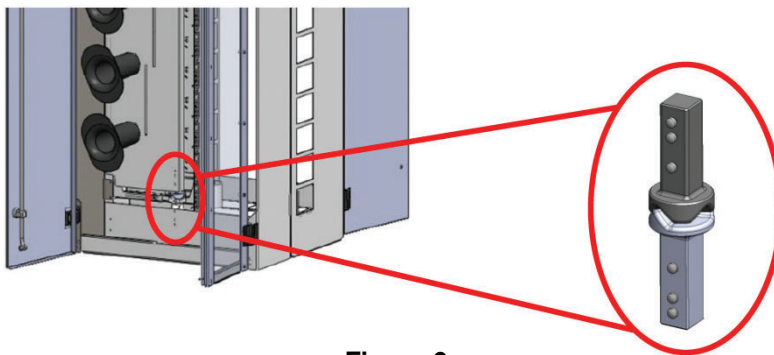

Figure 9
- 5.1.5.2 La charnière de la porte de gestion des câbles est une charnière qui pivote sur la came (Figure 9). Pour ouvrir la porte, utiliser la bobine de gestion des câbles avec délicatesse.
- 5.5.2 Placer le tableau sur les vis en le soutenant d'une main et serrer chaque vis (Figure 9).